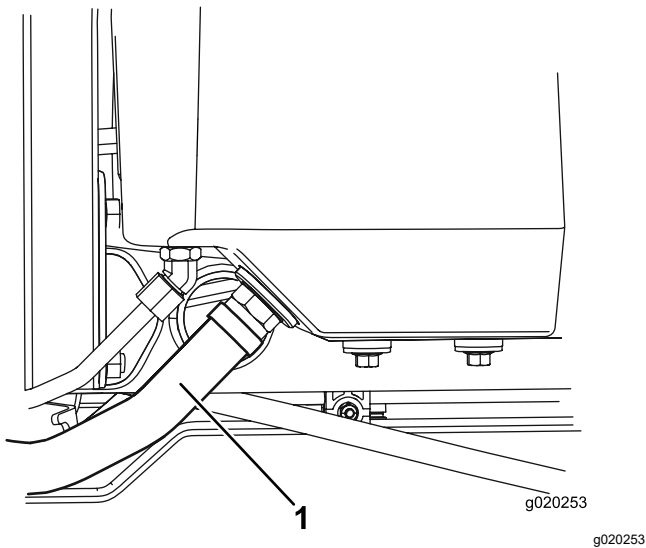

図 78
2. タンクから大きい油圧オイルホース 図 78 を外し、流れ出すオイルを容器に受ける。